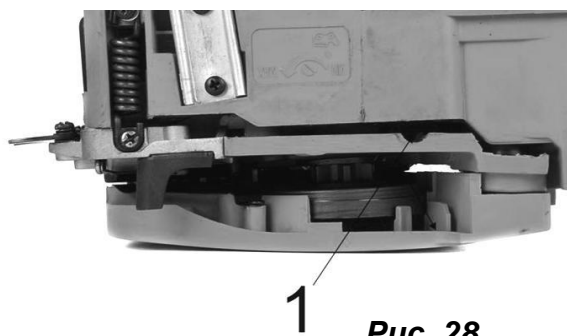

Рис. 28
Поворот винта (1) (см. Рис. 28) по часовой стрелке уменьшает, а против часовой стрелки - увеличивает расход масла.